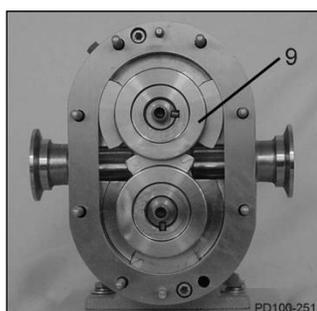

Figure 36 - Retirer d'abord le rotor qui se chevauche
1. En vous servant uniquement de vos mains, retirez le rotor dont le moyeu chevauche l'autre aile du rotor (Figure 36, élément 9).